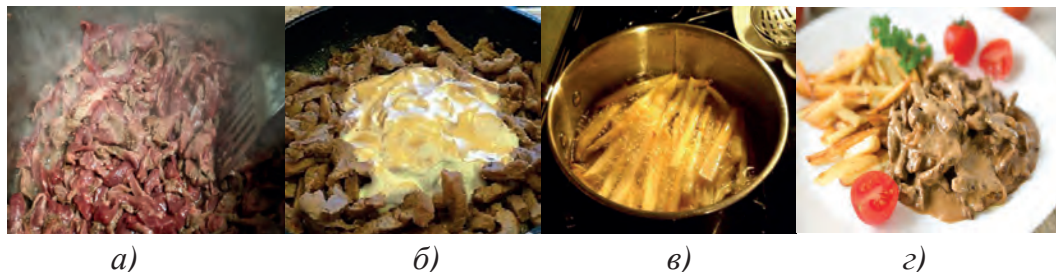

Рис.23. Процесс приготовления «Бефстроганов».
3. На сковороде обжарить мясо в раскаленном до $+150^{\circ}\text{C}+180^{\circ}\text{C}$ растительном масле, добавить соль, перец (рис.23, а).
4. На мясо выложить лук, томат, все обжарить и залить сметаной (рис.23, б).
5. Для гарнира нарезать соломкой картофель и пожарить в большом объеме масла (рис.23, в).
6. Готовое мясо выложить в тарелку, рядом положить гарнир, посыпать нарезанной петрушкой или укропом (рис.23, г).